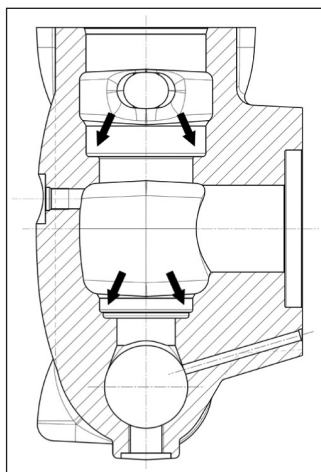

Fig. 88
Prima di riposizionare i gruppi valvola pulire ed asciugare perfettamente i relativi alloggiamenti nella testata indicati dalle frecce (pos. ①, Fig. 88).